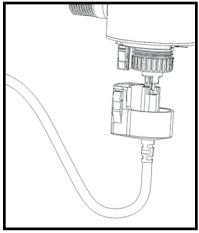

FIGURE 2A
2. Interrompre l'alimentation électrique et laisser le processus de mise hors-tension s'exécuter pendant 30 secondes. Enlever le connecteur par faire compression des ongles verrouillage la lampe de la chambre du réacteur et base de le connecteur de la lampe. Lorsque la lampe devient visible, séparer la lampe du connecteur (Figure 2A). Il suffit de séparer les deux composants – ne pas effectuer un mouvement de torsion entre la lampe et le connecteur. Éviter de toucher la surface de verre de la lampe. Il est acceptable de manipuler la lampe par les extrémités de céramique; cependant, s'il est nécessaire de toucher le tube de verre, porter des gants ou utiliser un linge doux. Retirer complètement la lampe de la chambre du réacteur, en veillant à ne pas incliner la lampe par rapport au réacteur, si la lampe est inclinée, une pression est exercée à l'intérieur du manchon de quartz, et ceci provoquera le bris du manchon.